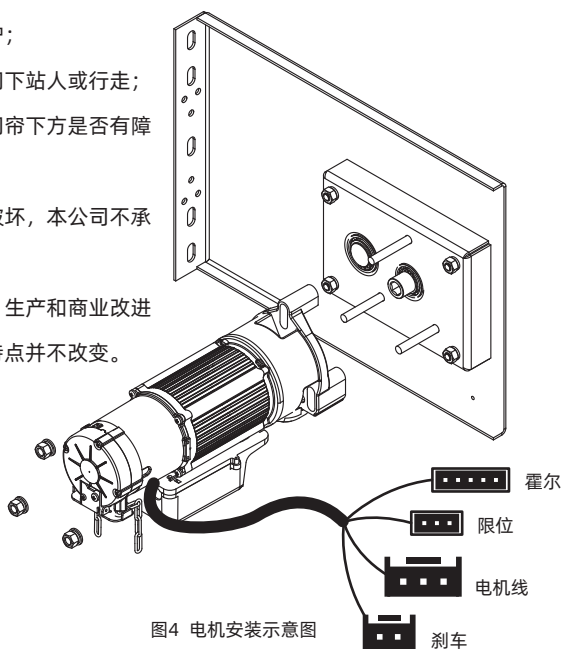

图4 电机安装示意图
- 1) 门体安装完成后，将电机如图4所示装到支架板上，并锁紧螺丝。